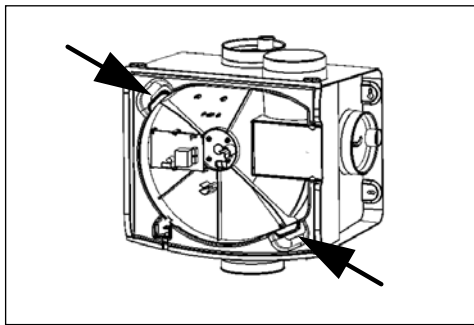

Fig. 10 Uitnemen motorplaat
Nadat de voorkap verwijderd is kan de motorplaat worden uitgenomen door middel van de 2 handvatten (pijlen fig. 10) U kunt nu op eenvoudige wijze de motor (en vochtsensor (H)) inspecteren of reinigen. Voorkom onbalans. Zorg ervoor dat al het vuil van de waaier verwijderd wordt.